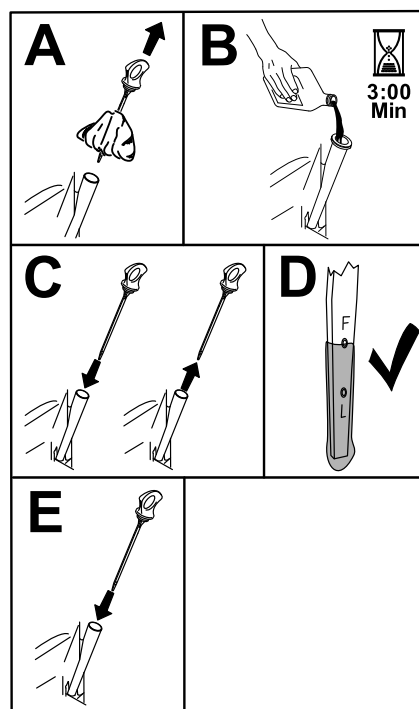

Figure 37
6. Versez lentement environ 80 % de l'huile spécifiée dans le tube de remplissage, puis faites l'appoint lentement jusqu'à ce que le niveau atteigne le repère maximum (Full) (Figure 37).